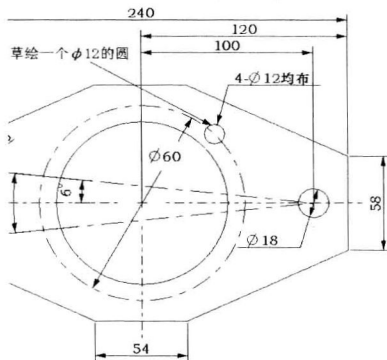

图1-8
1. 草绘一个 $\phi 12$ 的圆，如图 1-8 所示，其余 3 个 $\phi 12$ 的圆可以利用镜像命令  创建。